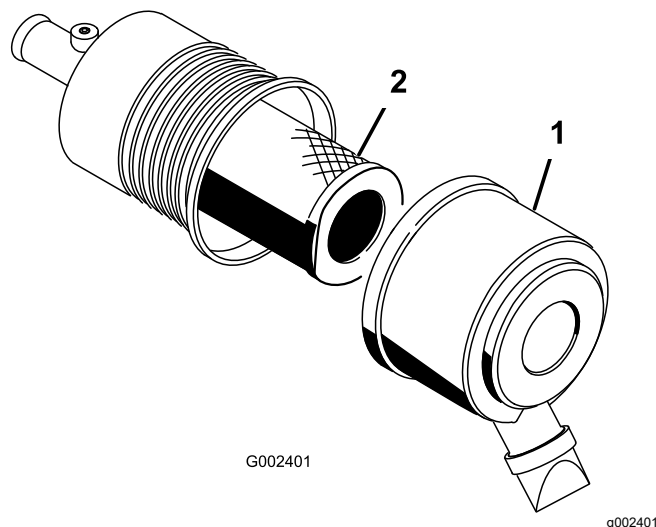

Figure 40
1. Déverrouillez le filtre à air et détachez le couvercle du boîtier du filtre (Figure 40).
3. Sortez l'élément filtrant du boîtier du filtre à air avec précaution (Figure 40).
5. Insérez le filtre sur le tube du boîtier avec précaution (Figure 40).
6. Reposez le couvercle du filtre à air, le côté en haut, et verrouillez-le (Figure 40).